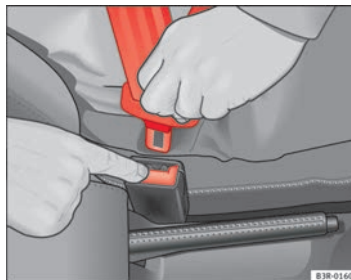

Abb. 15 Lösen der Schlosszunge vom Gurtschloss
- Drücken Sie die rote Taste im Gurtschloss ⇒ Abb. 15. Die Schlosszunge springt heraus ⇒ ⚠.